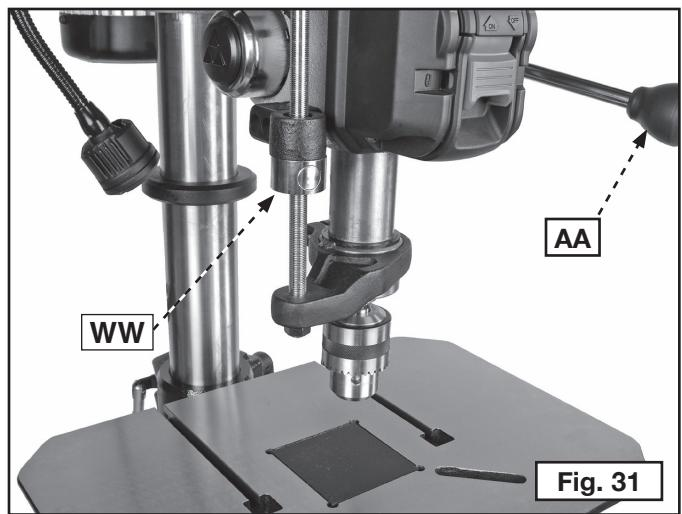

Fig. 31
Eleve y baje el husillo con los mangos del piñón (AA) Fig. 31. Puede bloquear el eje en cualquier lugar si coloca la tuerca de fijación (WW) contra el tope. Para instalar la tuerca, presione el botón y deslícuela por el hilo del vástago.